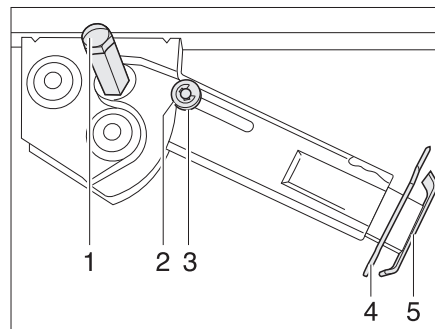

Fig. 38 Vérin stabilisateur
- Placer la clé à pipe sur l'écrou à six pans (Fig. 38,1) et tourner jusqu'à ce que le vérin stabilisateur soit en position verticale vers le bas.
- Retirer la goupille (Fig. 38,4) de la rallonge du pied d'appui (Fig. 38,5).
- Placer la clé à pipe sur l'écrou à six pans (Fig. 38,1) et tourner jusqu'à ce que le vérin stabilisateur se dégage du sol.
- Rentrer complètement la rallonge du pied d'appui (Fig. 38,5) et insérer la goupille (Fig. 38,4) dans le trou prévu à cet effet.
- Tourner la clé à pipe sur l'écrou à six pans (Fig. 38,1) jusqu'à ce que le vérin stabilisateur ait pivoté vers le haut et le disque de guidage (Fig. 38,3) soit complètement rentré dans l'encoche (Fig. 38,2).